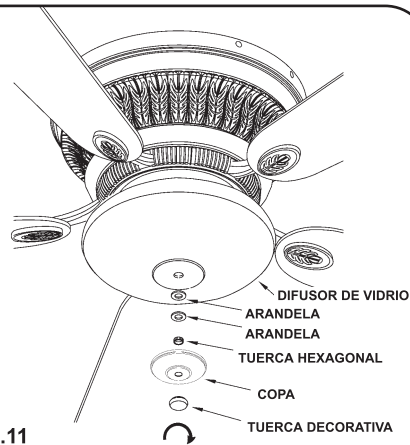

Fig.11
Paso 5. Instale el difusor de vidrio sobre la boquilla y asegurelo con las dos arandelas, la tuerca exagonal, (Fig. 11)